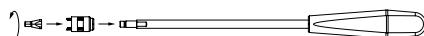

Fig. 9
- Serrer à la main les vis de l'instrument de pose de vis de verrouillage, voir Fig. 9.